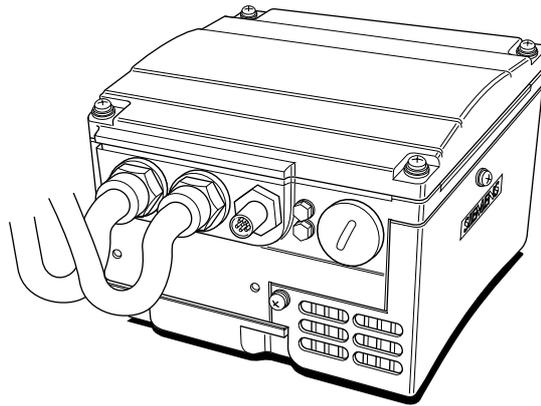

Fig. 7: Allacciamenti cavi con ansa di scorta
(1) Sezioni cavi vedi tabella al paragrafo 8.7
- (2) Si consiglia di disporre i cavi di rete e di comando con un"ansa" (vedere Fig 7).